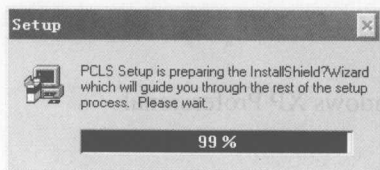

图 1-3 “Setup”对话框
(3) 单击“Next”按钮，弹出如图 1-3 所示的“Setup”对话框，准备安装向导 Wizard，指导其余的安装过程。